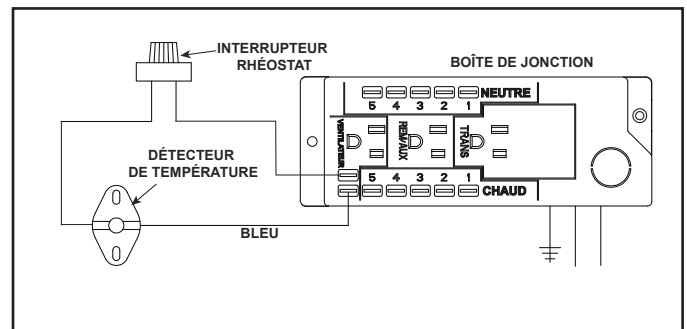

Figure 8.5 Détail du schéma de câblage avec rhéostat
- Branchez le fil du contacteur de détection de la température et du rhéostat à la boîte de jonction, comme il est indiqué à la figure 8.5.